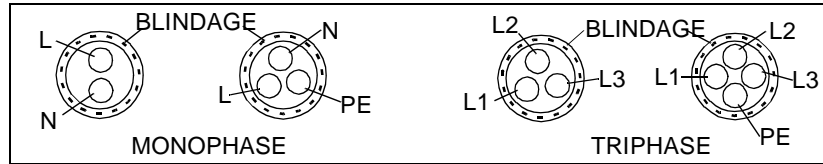

Figure 3-1 Câbles utilisables pour l'alimentation réseau
**Nota !** Nous préconisons l'utilisation d'un câble blindé à trois conducteurs (monophasé et neutre avec conducteur de terre de protection) ou quatre conducteurs (triphasé avec conducteur de terre de protection) ; voir la Figure 3-1. Le dimensionnement des câbles et des fusibles est fonction du courant d'entrée et de sortie (cf. Tableau 3-1). Le dimensionnement des câbles et des fusibles doit, par ailleurs, *satisfaire la réglementation nationale en vigueur.*